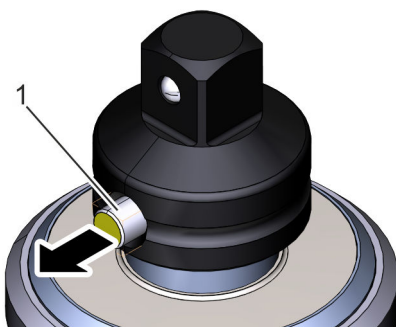

Bild 19: Ta bort knäckskraven
- 2.** ➡ Ta bort knäckskraven (Bild 19/1). Använd vid behov en drivdorn för att driva ut knäckskraven.